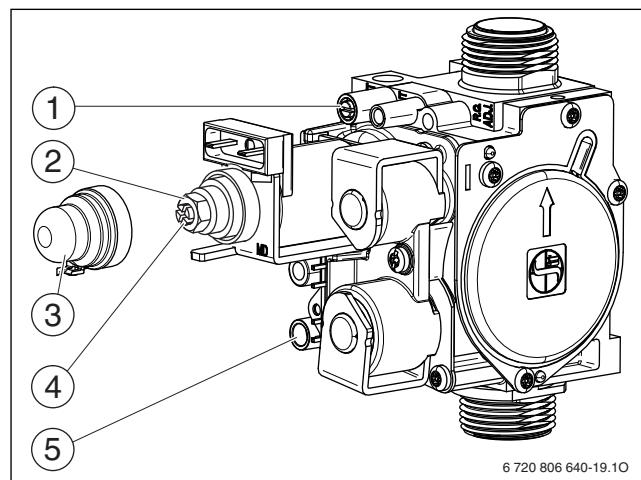

Рис. 32 Газовая арматура
- ▶ Отверните уплотнительный винт штуцера измерения давления на форсунках (→ рис. 32, [1]) и подсоедините U-образный манометр.
- ▶ Снимите крышку (→ рис. 32, [4]).
- ▶ Для «тах» давление (мбар) на форсунках приведено в таблице на стр. 37 Установите давление на форсунках регулировочным винтом максимального расхода газа (→ рис. 32, [2]). Поворот направо - больше газа, поворот налево - меньше газа.
- ▶ Давление на форсунках (мбар) для положения «минимум» приведено в таб. на стр. 37. Установите давление на форсунках регулировочным винтом минимального расхода газа (→ рис. 32, [3]).
- ▶ Отверните уплотнительный винт на штуцере измерения подаваемого давления газа (→ рис. 32, [5]) и подсоедините манометр.